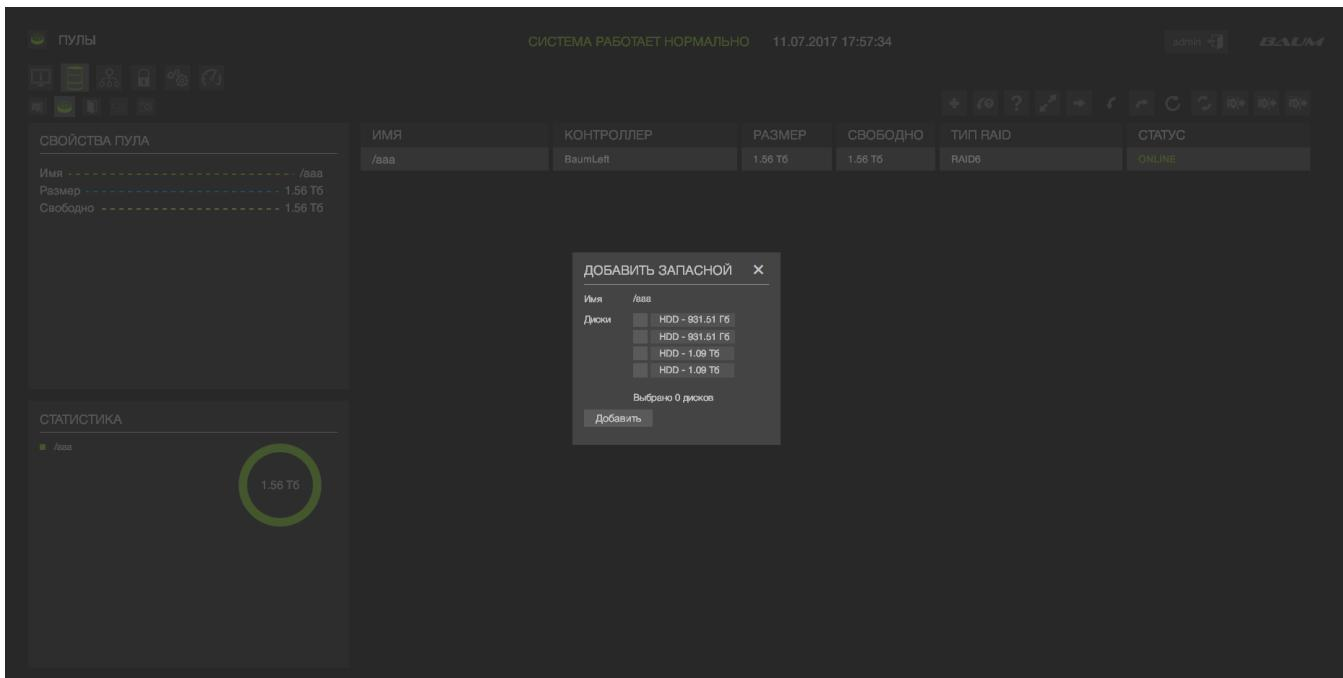

Рисунок 30 – Добавление в пул запасного диска
3) Нажать на кнопку справа «Добавить запасные» (см. Рисунок 30).